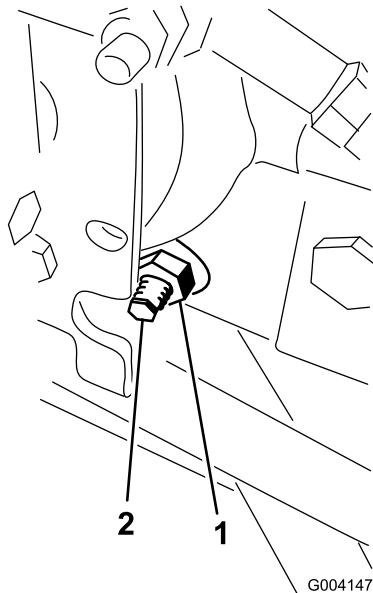

Bild 47
3. Lösen Sie rechts am Hydrostat die Sicherungsmutter an der Fahrantrieb-Einstellnocke (Bild 47).